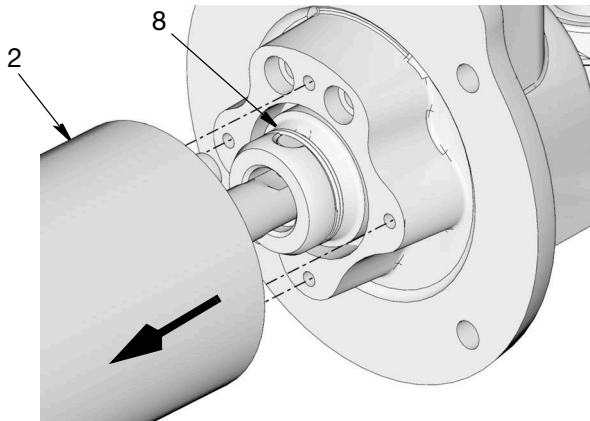

図 25
10. ポンプアダプタ (2) を引き下げて固定スプリング (8) にアクセスします (図 25)。